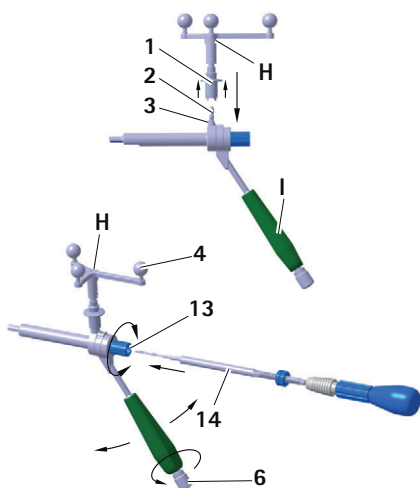

Fig. 10 Montering av Aesculap-stjärnenheten på S⁴C-styrhylsan för slätaxelskruvar
- För att säkerställa en obegränsad sikt för kameran på de reflekterande markeringskulorna: vrid knoppen 6 på S⁴C-handtaget till S⁴C-styrhylsan I och vrid Aesculap-stjärnenheten H till önskad position, se Fig. 10.